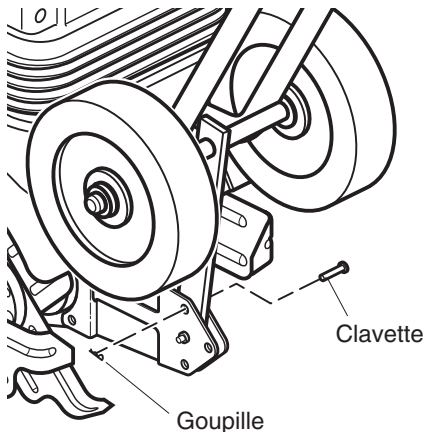

Figure 5 - Retrait de la goupille et de la clavette
1. Retirer la goupille et la clavette du support de fixation de l'assemblage des routes (voir la figure 5).